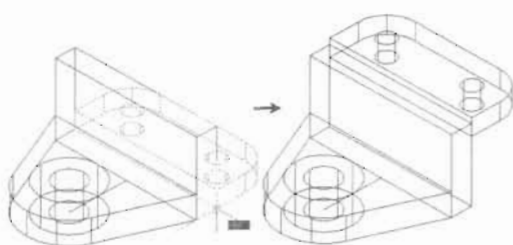

图 15-85
(7) 选择上一步拉伸出来的实体, 在命令行中输入 Move 命令, 将其沿 Z 轴移动 22 个单位, 如图 15-85 所示, 命令执行过程如下。